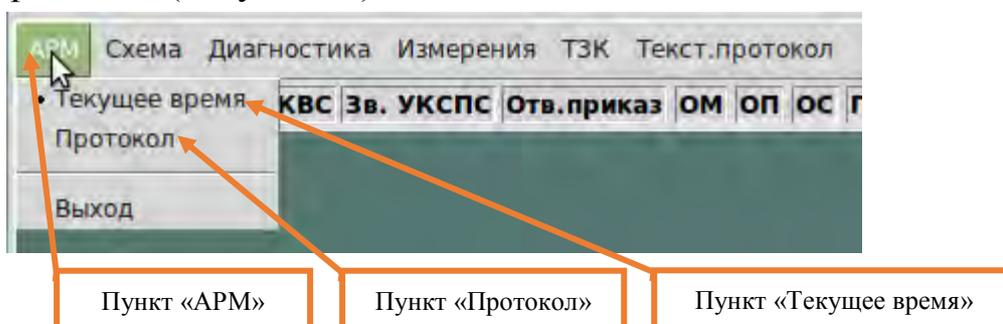

Рисунок 21. Выбор пунктов «АРМ» и «Протокол».
7.4.1. В главном меню выбрать пункт «АРМ» (Рисунок 21), далее пункт «Протокол» (Рисунок 21).
(Рисунок 21).